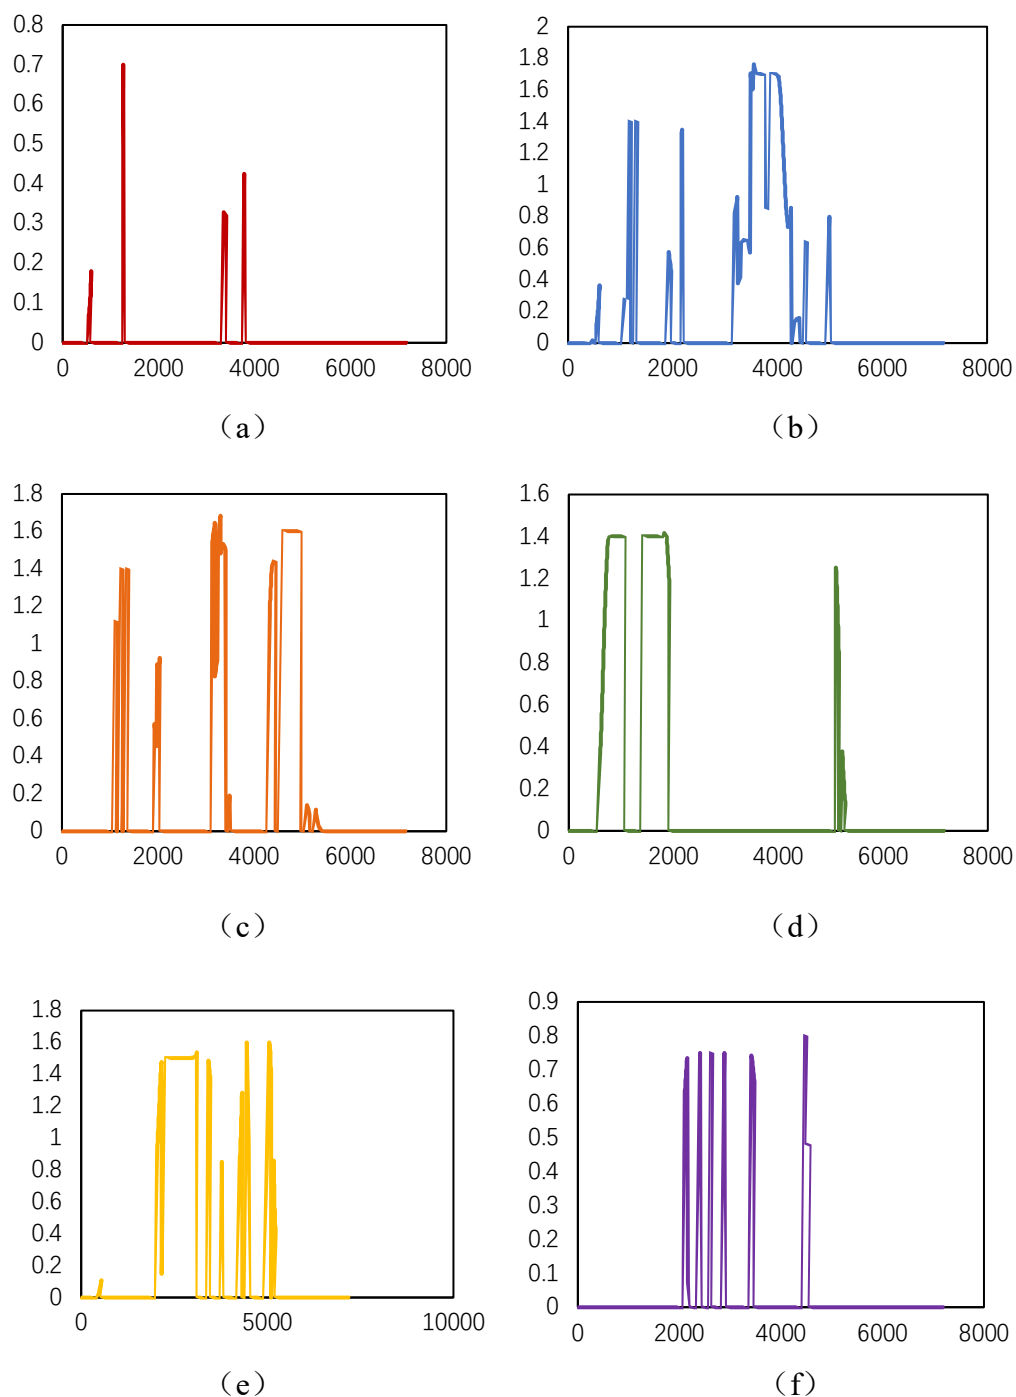

图 20: (a) ~ (f) 分别对应 1~6 号的 6 个油箱各自的供油速度曲线
6 个油箱供油速度曲线如图 20 (a) ~ (f) 所示:
给出 6 个油箱的供油速度曲线；	图 20
为了验证 (2)，从图 20、表 14 中可得 1~6 号油箱的实际供油速度分别为 0.7、1.763、1.691、1.425、1.6、0.8 (单位为 kg/s)，均不大于附件一中给出的油箱的最大供油速度限制 1.1、1.8、1.7、1.5、1.6、1.1。